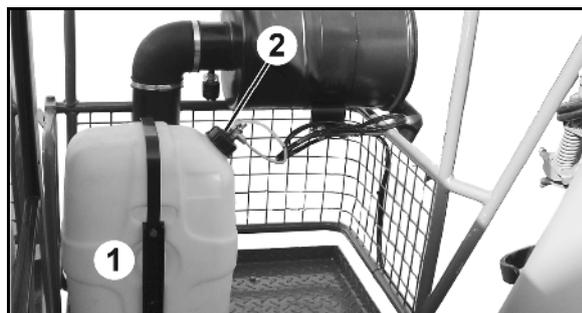
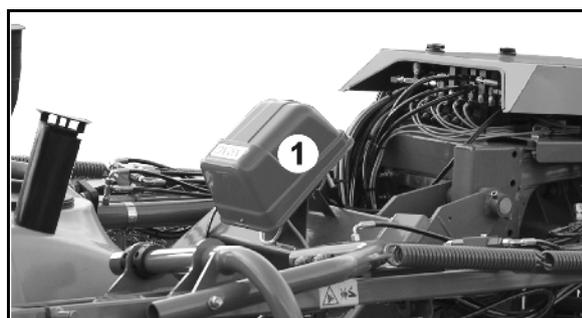

Fig. 104
Fig. 105
Den Abstand der einzelnen Schaumblasen zueinander an der Schlitzschraube (Fig. 104/2) wie folgt einstellen:
- **Schaummarkierung Super-L-Gestänge** Fig. 104/...
- (1) Behälter
- (2) Schlitzschraube
- Kompressor (Fig. 105/1)